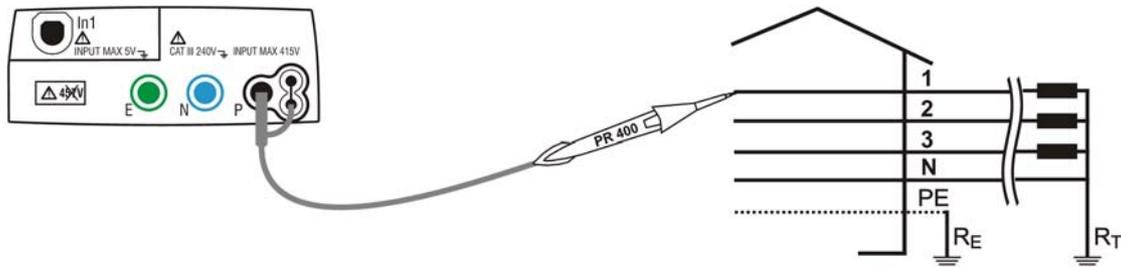

Fig. 24: Verificación del sentido cíclico de las fases con una punta, conexión fase 1
- Inserte los conectores azul y negro de los cables por separado en el correspondiente terminal de entrada del instrumento N, P. Como alternativa utilice los cables por separado e inserte en los terminales libres los correspondientes cocodrilos. Eventualmente utilice la punta remota insertando el conector multipolar en el terminal de entrada P. Conecte la toma shuko, los cocodrilos o la punta remota a la red eléctrica conforme a las Fig. 24 y Fig. 25.